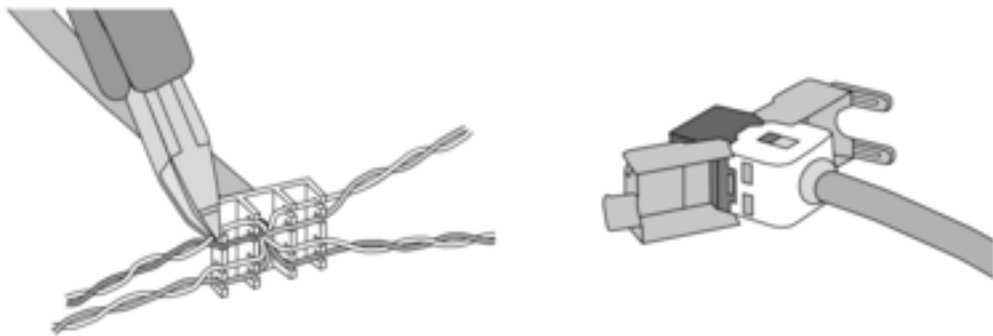

Bild 8: Anschluss Adapterstecker an Ethernet-Leitung
- Ethernet-Leitung an den Ethernet-Adapterstecker anschließen. Hierzu die Ethernet-Adern abmanteln, nicht abisolieren und in den Deckel des Adaptersteckers einlegen. Überstehende Adern kürzen und Deckel lagerichtig auf den Adapterstecker schieben (Bild 8).
- Beiliegende Ethernet-Adapterleitung an Klemme (32) und an Ethernet-Adapterstecker anschließen.